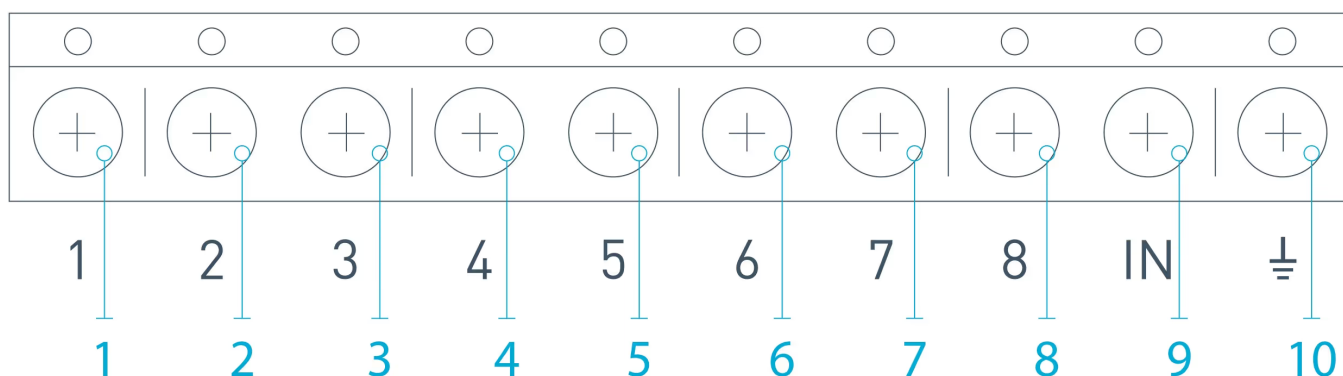

Figura 17. Uscite principale e ingresso "IN" del ricevitore
3. Le uscite con i numeri 1-8 (Figura 17) corrispondono a 8 zone di allarme nominali principali.